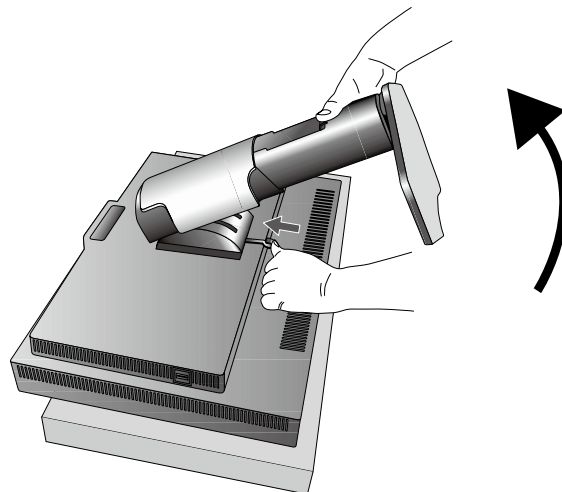

图 S.1
3. 将显示器面朝下放在一个不会造成磨损的表面 (图 S.1)。确保不要向集成前部传感器施加任何压力。为避免这种情况，请将显示器面朝下放在桌子或台子上，使集成前部传感器位于边缘以外 (图 S.1)。
4. 用一只手握住底座，将另一只手放在快速释放杆上。按箭头所示方向按下快速释放杆 (图 S.1)。
5. 提起底座，将它与显示器分离 (图 S.1)。现在，可以使用其它方法安装显示器了。接照与此相反的步骤重新安装底座。